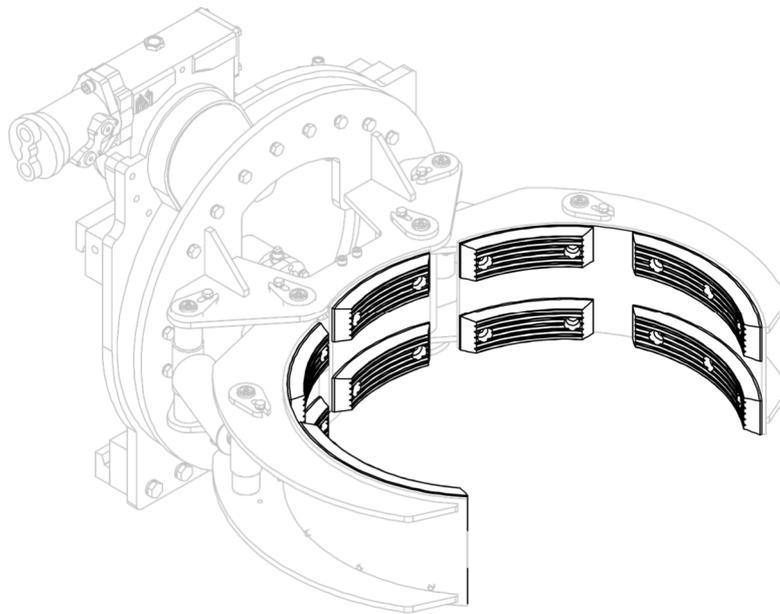
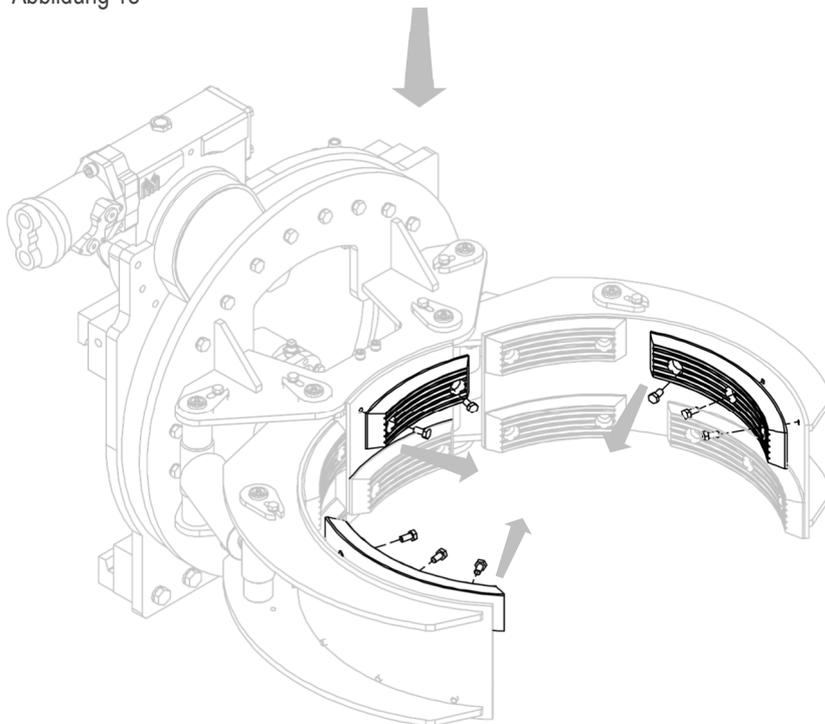

Abbildung 18
Abbildung 19
2. Entfernen Sie die Gummiplatten, nachdem Sie die entsprechenden Schrauben entfernt haben. (siehe *Abbildung 18* und *Abbildung 19*).